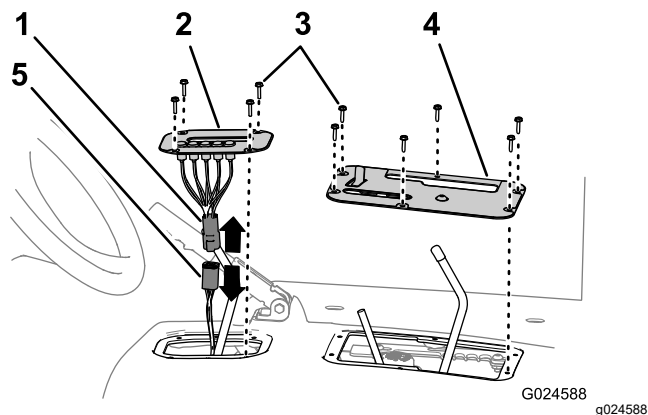

Рисунок 5
2. Отверните 4 винта с шестигранными головками, которые крепят крышку индикатора переключения передач к кожуху сиденья (Рисунок 5).
3. Поднимите индикатор переключения передач вверх, отсоедините разъем индикатора от разъема жгута проводов автомобиля и снимите крышку индикатора с автомобиля (Рисунок 5).
4. Отверните 6 винтов с шестигранными головками, которые крепят крышку узла управления к кожуху сиденья, и снимите крышку узла управления (Рисунок 5).